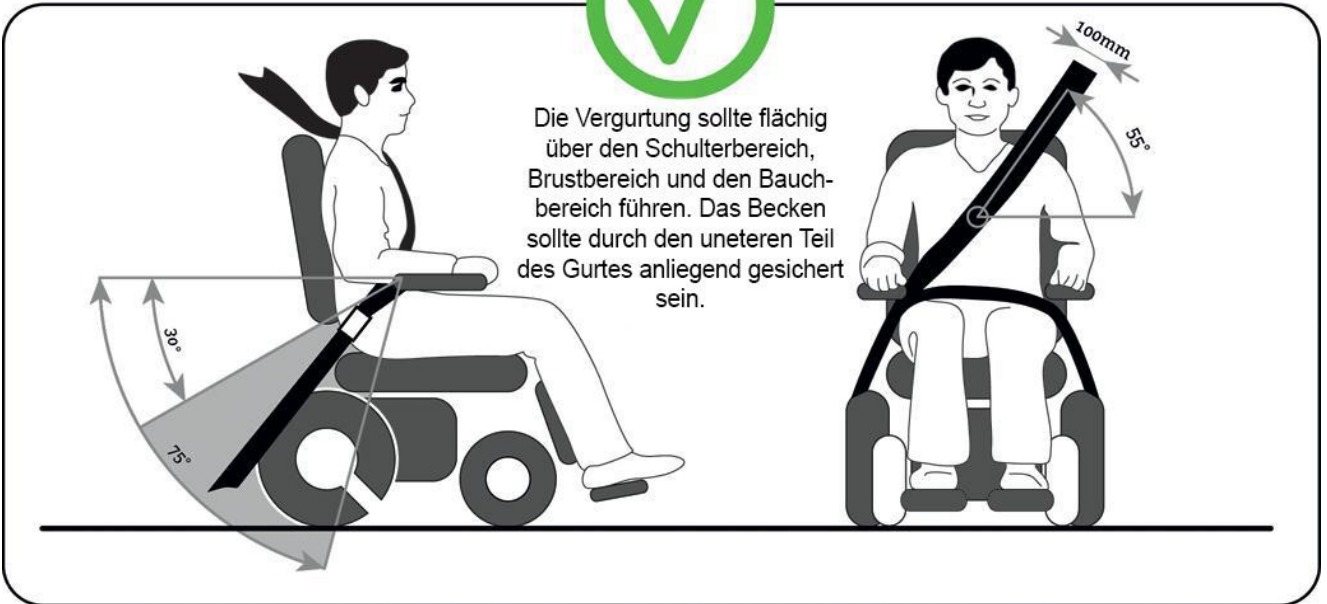

Abb. 7.2
- **Für das Festschnallen des Rollstuhlfahrers muss ein Sicherheitsgurt für das Becken und für die Schulter verwendet werden. Sie müssen mit Hilfe eines Dreipunkt-Sicherheitsgurts am Boden und an der Wand des Fahrzeugs befestigt werden (Abb. 7.2).**